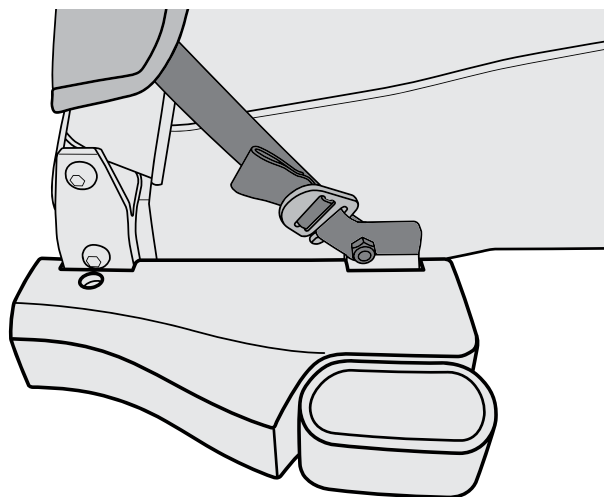

Figure 21
1. Insérez le crochet dans la boucle et tirez sur la sangle pour serrer (Figure 21).